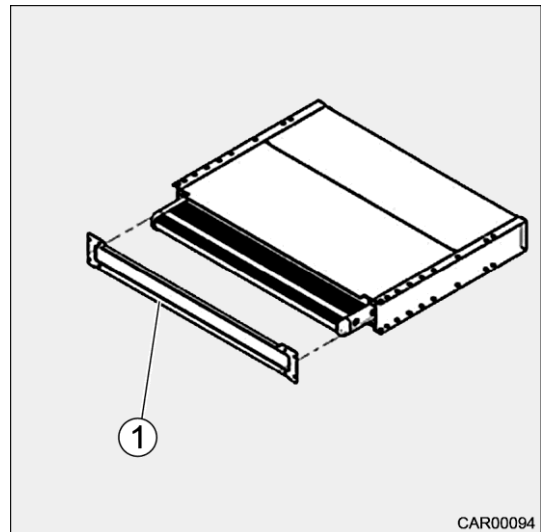

Fig. 23 Déverrouillage de secours
4. Remonter la plaque frontale (Fig. 23/1).